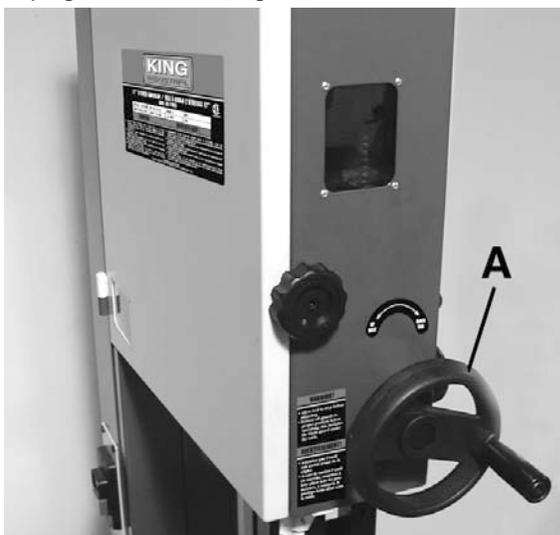

FIGURE 13
La hauteur du système de guides de la lame devrait toujours être ajusté le plus près possible au-dessus la pièce de travail. Pour ajuster la hauteur, tournez la manivelle (A) Fig.13.